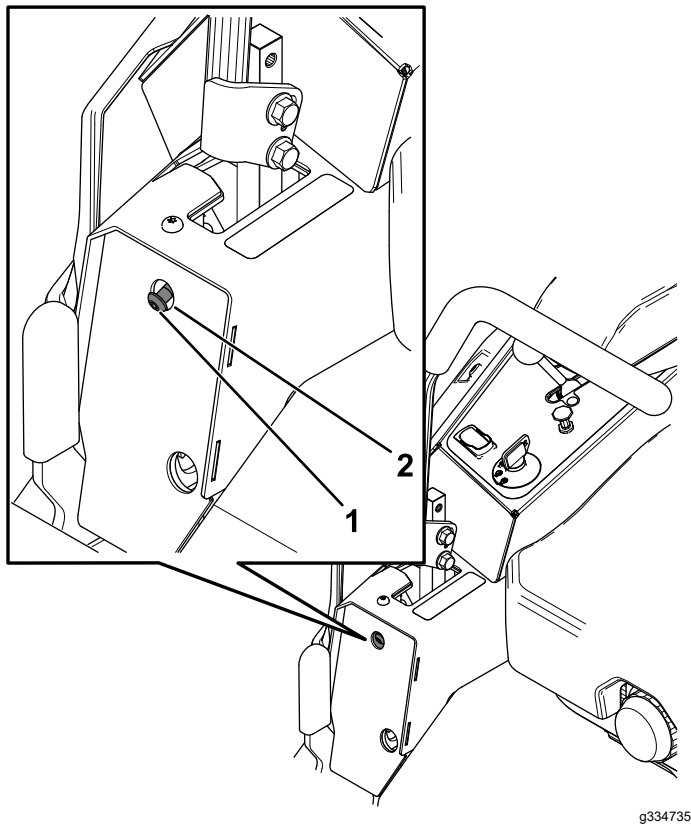

Bild 58
6. Wenn die Maschine nach rechts zieht, stecken Sie einen Sechskantschraubenschlüssel durch das Zugangsloch in der Abdeckungsplatte vorne links und drehen Sie die Spurweitenschraube nach rechts oder nach links, um das Spiel des Hebels einzustellen (Bild 58).
7. Wenn die Maschine nach links zieht, stecken Sie einen Sechskantschraubenschlüssel durch das Zugangsloch in der Abdeckungsplatte vorne rechts und drehen Sie die Spurweitenschraube nach rechts oder nach links, um das Spiel des Hebels einzustellen (Bild 58).